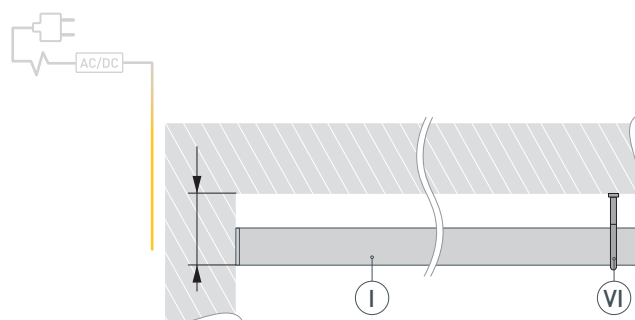
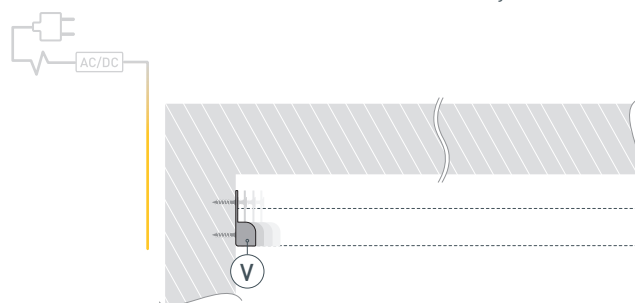

Рис. 3.
Рис. 4.
- 4 / Приложите профиль (I) к поверхности так, чтобы жесткий подвес (VI) плотно прилегал к верхней поверхности, как показано на рис. 3. Отметьте места, где должен будет располагаться настенный держатель (V) и отложите профиль (I). Закрепите настенный держатель (V) на боковой поверхности, как показано на рис. 4.